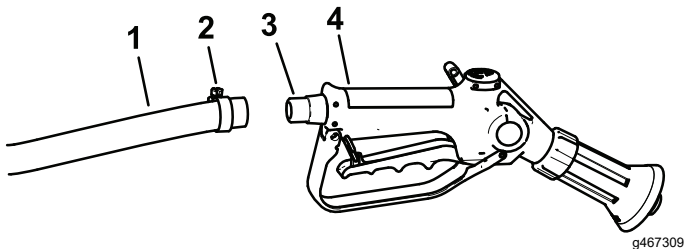

Figura 39
2. Conecte el extremo libre de la manguera larga al acoplamiento de la pistola de fumigación (Figura 39).